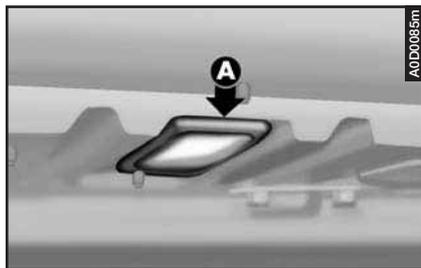

fig. 80
– Estrarre la plafoniera facendo leva con un cacciavite nel punto **(A-fig. 80)**.